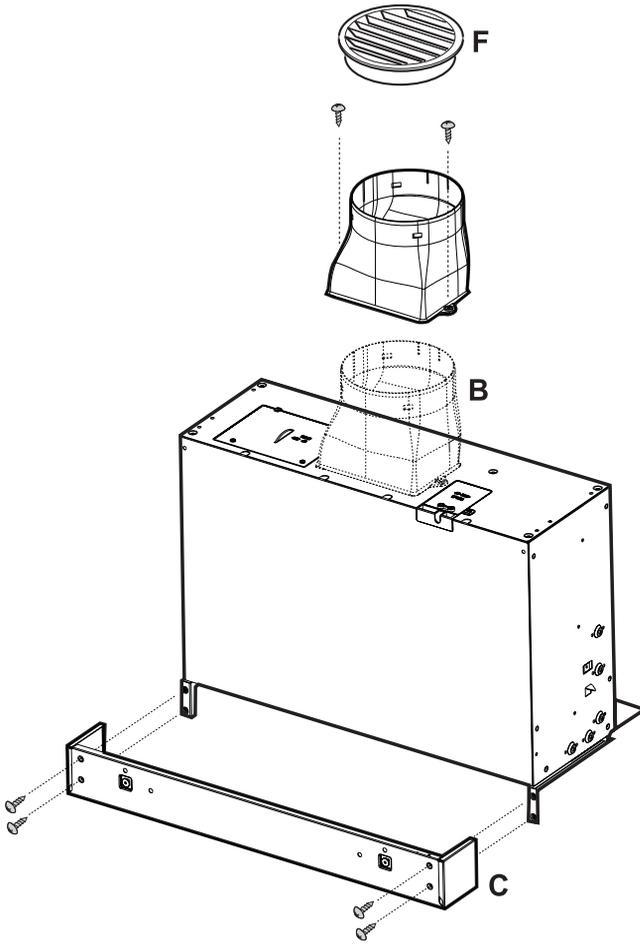

Fig. 2
In diesem Fall werden die Seitenabstandshalter außerhalb des Wandkastens und mit den Bohrungen zur Aufnahme der Befestigungsschrauben des Hängeschanks fluchtend montiert (Abb. 2-A).
1. Messen Sie die Tiefe des Hängeschanks (Tür berücksichtigen). Bis zu einer Tiefe von 315 mm wird die 37 mm-Verkleidung, darüber die 75 mm-Verkleidung montiert. Die Verkleidung **C** wird mit 4 Schrauben an den Bügeln des Wandkastens befestigt. (Abb. 2).
2. Befestigen Sie den Luftabzugsstutzen **B** auf dem Wandkasten. (Abb. 2).
bringen Sie am Stutzen das Umlenckblech **F** an (Abb. 2).